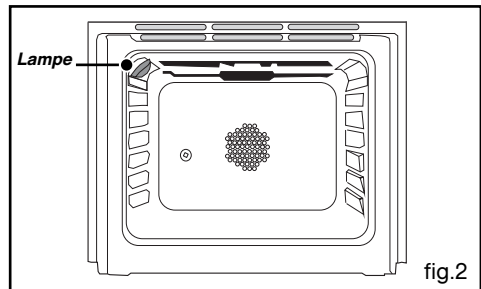

fig.2
- Desserrez les vis du serre-câble (fig.2).
- Introduisez le câble d'alimentation par le côté du capot et dans le serre-câble situé à droite du bornier. (Reportez-vous au tableau de la page précédente pour le choix de la section du câble) (fig.2).
A l'intérieur du four (fig. 2) :